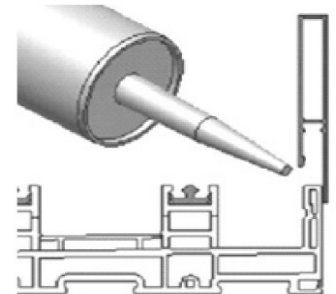
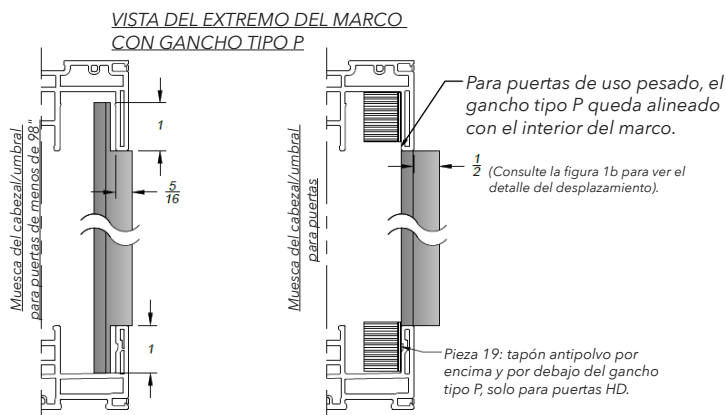
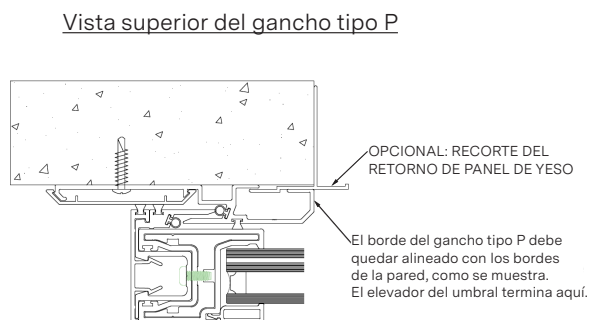

Figura 16
Figura 18a
Figura 18b
- 1. Ubique** el umbral del marco (pieza 1) y los insertos de riel del umbral (pieza 3, figura 16). Coloque el conjunto sobre una superficie plana y con soporte, e instale los insertos de riel deslizándolos por los extremos del umbral del marco.
7. Para puertas de derivación, vaya al paso 9. Solo para puertas empotradas: Aplique sellador debajo de toda la longitud del gancho tipo P (pieza 16) y colóquelo en la pared, en la abertura de la cavidad, alineando las muescas con el cabezal y el umbral del marco (figura 18a). El borde del gancho tipo P debe quedar alineado con el borde de la pared (figura 18b).
8. Será necesario recortar el **elevador del umbral** para que quede a tope contra el gancho tipo P (figura 18b). Alinee el elevador del umbral con el umbral del marco y aplique un pequeño cordón de sellador en la parte superior del umbral (figura 16). Fije el elevador del umbral en su lugar con un mazo de goma, asegurándose de que encaje a presión en su lugar.